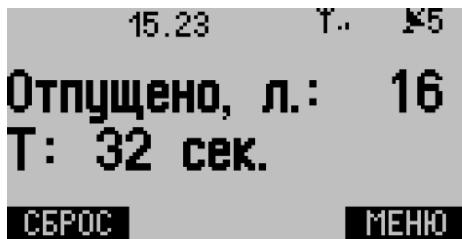

Рис.15. Показания топливозаправщика.
• **Топливозаправщик** – данные, полученные с топливозаправщика по шине RS-485. В этом режиме устройство АвтоГРАФ-INFO MINI принимает с контроллера АвтоГРАФ данные устройства ПОРТ-3. Как только АвтоГРАФ-INFO MINI принимает новые данные, выводит их на рабочий экран (Рис.15). Если нет данных, то на экране отображается сообщение «Жду начала заправки» (Рис.16). При получении данных АвтоГРАФ-INFO TFT показывает на рабочем экране объем топлива (в литрах), отпущеного топливозаправщиком, и длительность заправки (например, Т: 32 сек).